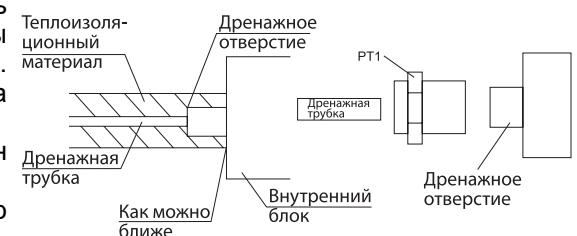

Рисунок 19 - Подсоединение дренажной трубы к внутреннему блоку
- Дренажный трубопровод должен быть надлежащим образом изолирован, чтобы предотвратить образование конденсата. Толщина теплоизоляционного материала должна быть не менее 9 мм (см. рис. 19).